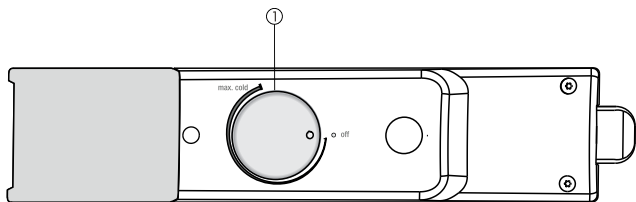

Fig. 2
- ▶ Gire el Regulador de temperatura *Fig. 2 (1)* en el sentido de las agujas del reloj hasta la posición del punto medio de temperatura entre **off** y **max cold**.